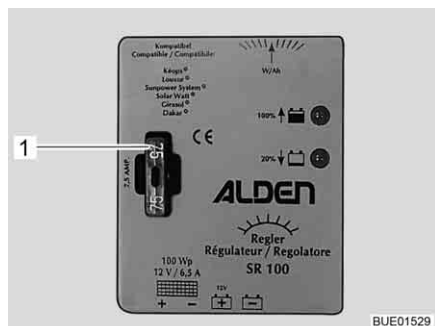

Fig. 173 Fusibile regolatore di carica del pannello solare 100 W
- Sostituire il fusibile piatto 5 A/marrone chiaro (Fig. 173,1).